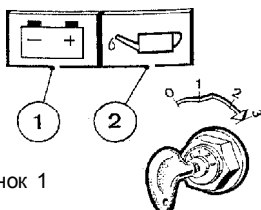

Рисунок 1
- вставить ключ в замок-выключатель зажигания (положение «0» — нет рабочего напряжения, рисунок 1);